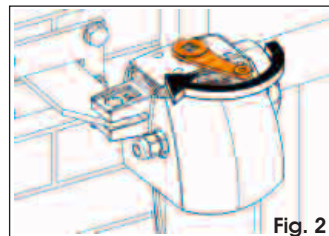

Fig. 2
3. Tourner la clé dans le sens de la flèche (Fig. 2), le levier de déverrouillage s'ouvre légèrement pour faciliter la prise.